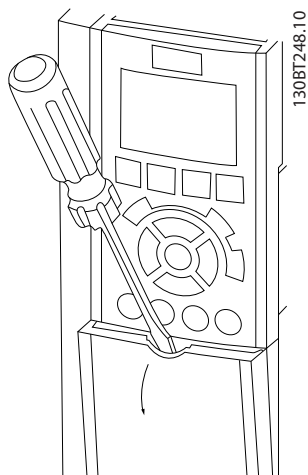
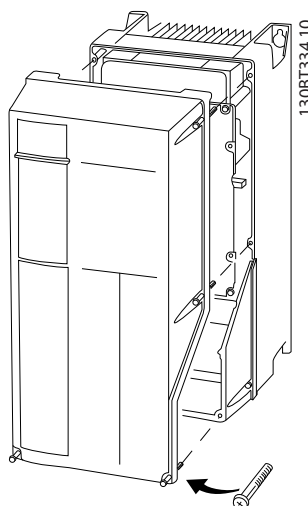

図 4.3 IP20 及び IP21 エンクロージャの配線アクセス
図 4.4 IP55 及び IP66 エンクロージャの配線アクセス
- スクリュー・ドライバーで(図 4.3を参照)、又は取り付けネジをゆるめて(図 4.4を参照)、カバーを取り外します。